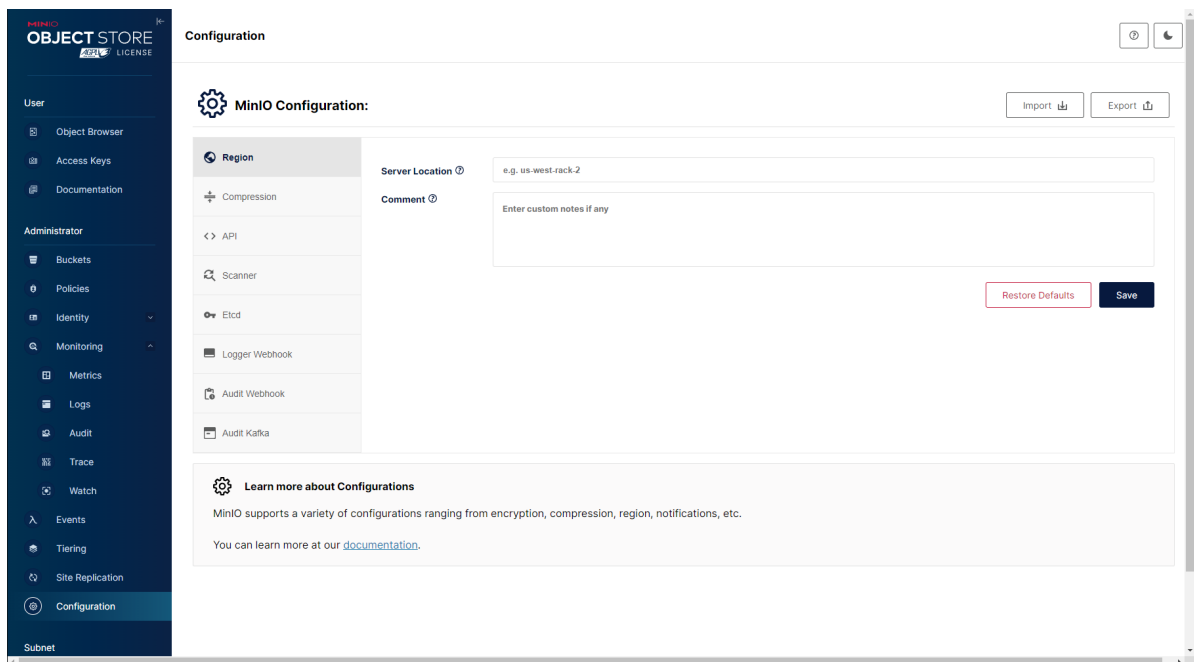

Рис. 88. Окно «Configuration»
10) Вкладка «Configuration» отображает различные конфигурации, включая шифрование, сжатие, регион, уведомления и т. д. Окно «Configuration» показано на рис. 88 Окно «Configuration».